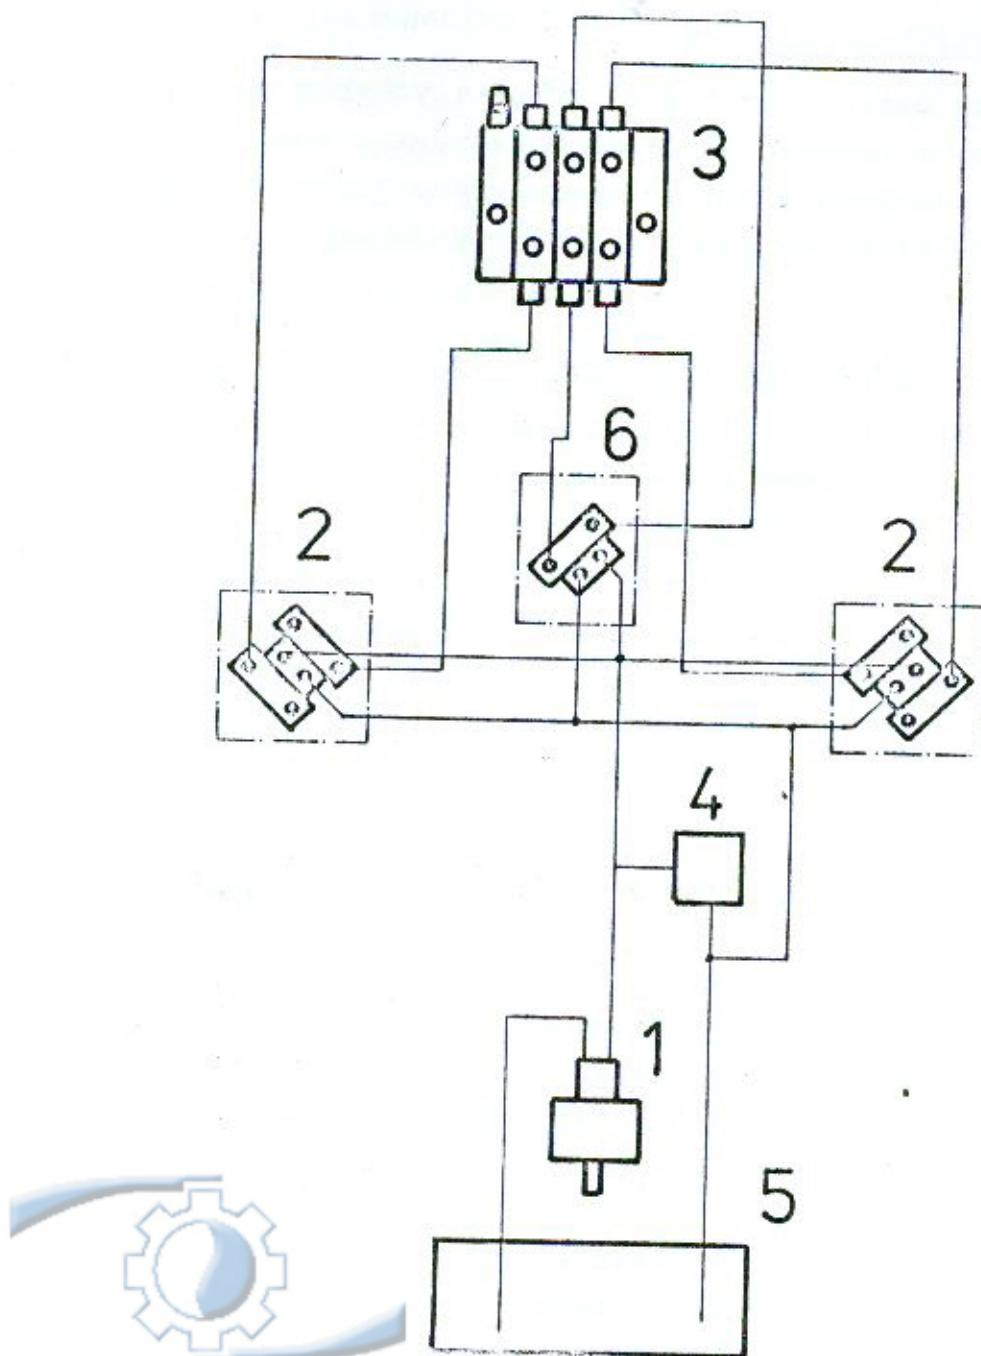

Рис. 14.
2.0 Списание работы системы управления распределителем - рис.14